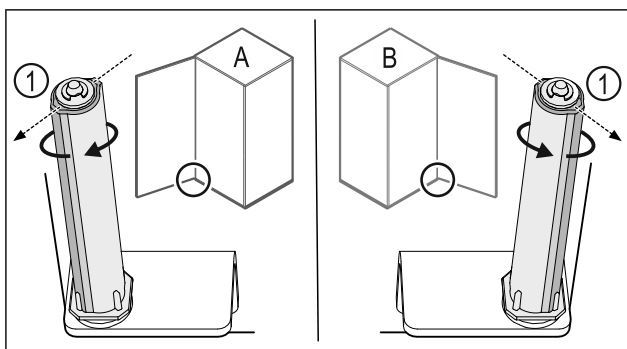

Fig. 33 左门挡(A) / 右门挡(B)
- ▶ 克服阻力转动关门系统，直至关门系统 Fig. 33 (1) 的连接片朝外。